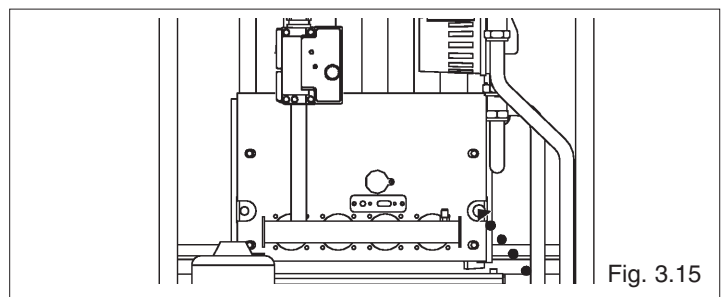

Fig. 3.15
- collegare un tubo di gomma al portagomma del rubinetto di scarico ed aprire il rubinetto (fig. 3.15).